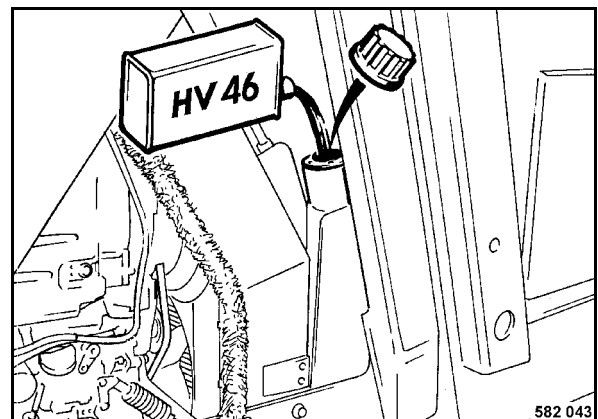

Fig. 98
- Remove the filler cap (Fig. 98).